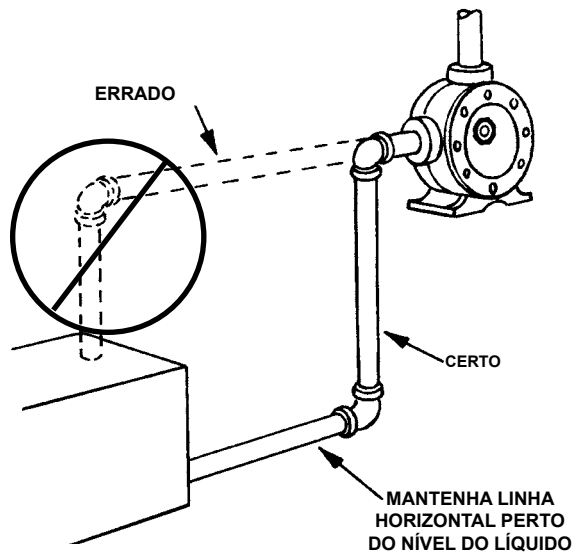

FIGURA 11
6. Para tubulação de sucção horizontal, mantenha a parte horizontal abaixo do nível do líquido se possível. Isso manterá a bomba cheia para que ela não precise retirar tanto ar quando passar a funcionar; isso ajuda mais quando não há nenhuma válvula de pé. Ver Figura 11.